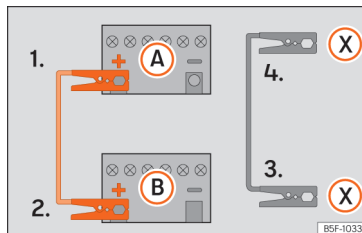

Abb. 223 Anschlusschema für Fahrzeuge mit Start-Stopp-System.
Starthilfekabel nur in folgender Reihenfolge an-klemmen 1 > 2 > 3 > 4 »» (Abb. 223).
Fahrzeuge mit Start-Stopp-System: Klemmen Sie ein Ende des schwarzen Starthilfekabels (X) an einen geeigneten Masseanschluss, ein massives, fest mit dem Motorblock verschraubtes Metallteil oder an den Motorblock selbst »» (Abb. 223).
5. Klemmen Sie das andere Ende des schwarzen Starthilfekabels (X) im Fahrzeug mit der entladenen Batterie an ein mit dem Motorblock verschraubtes, massives Metallteil oder an den Motorblock selbst, aber so weit wie möglich von der Batterie A entfernt an.